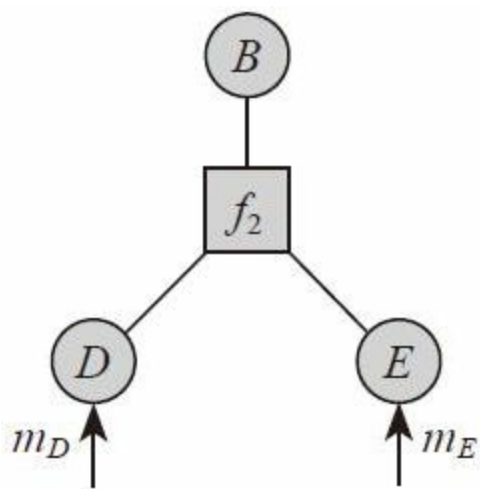

图9-19 一个局部示意图
②消息传播到 $b$ 节点（见图9-19中的圆圈）后，由 $b$ 节点继续向根节点方向传播，进入下一个约束方程的范围，穿过约束方程后，原来的消息被汇聚成新的消息，如果有两个约束方程连到同一个 $b$ 节点，则信息相乘后继续传播。图9-19是一个局部示意图。